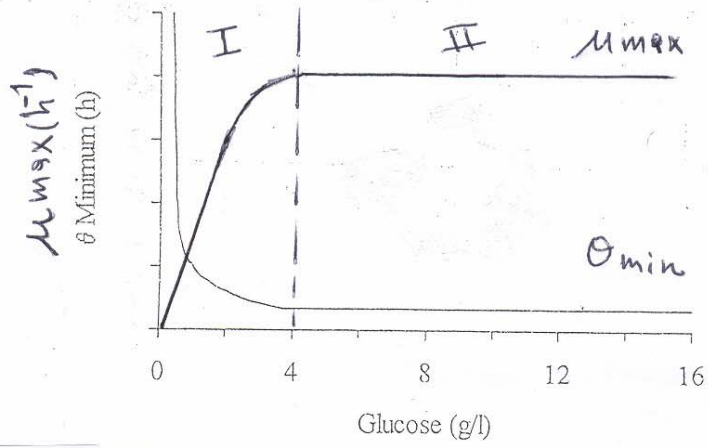

Figure 5a
1) Au temps 12 h, on ajoute du glucose et on poursuit les mesures. On obtient la courbe de croissance ci-dessous (figure 5a). Interprétez les résultats obtenus.
1) Addition du glucose (figure 5a) :